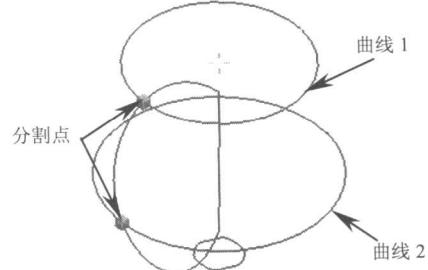

图1-30
8. 使用【分割曲线】功能，参照图 1-30 所示，分割曲线 1 和曲线 2。